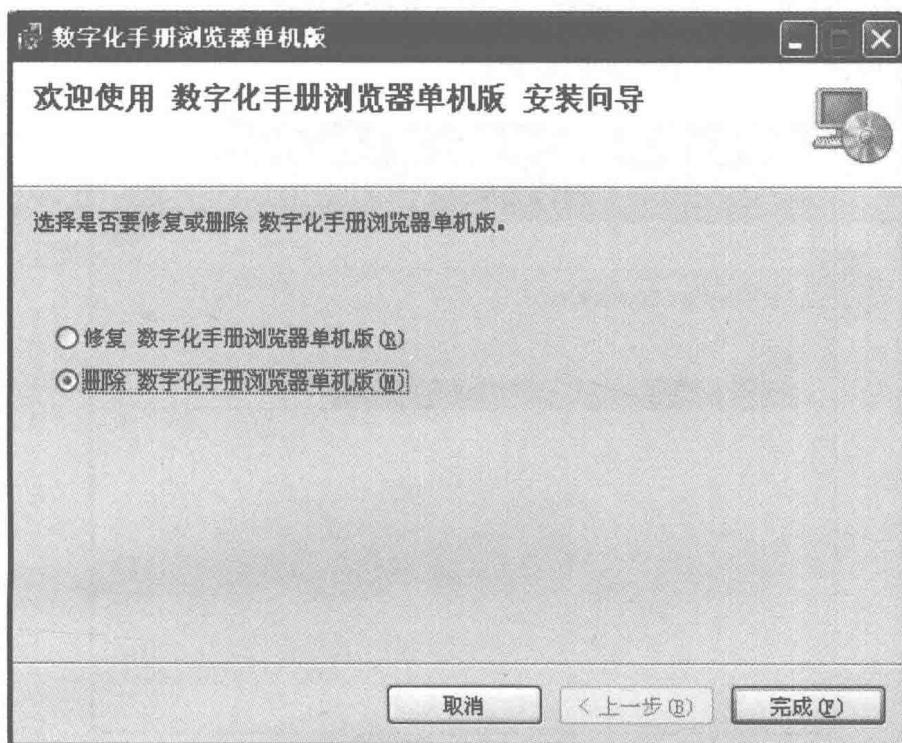

图 1-6 “选择是否要修复或删除数字化手册浏览器单机版”窗口
如果第一次安装失败，在进行下一次安装时，系统会弹出“选择是否要修复或删除数字化手册浏览器单机版”窗口（见图 1-6），选择“删除 数字化手册浏览器单机版 (M)”单选框，单击“完成”按钮，删除此前的安装程序。然后，再重新进行安装。